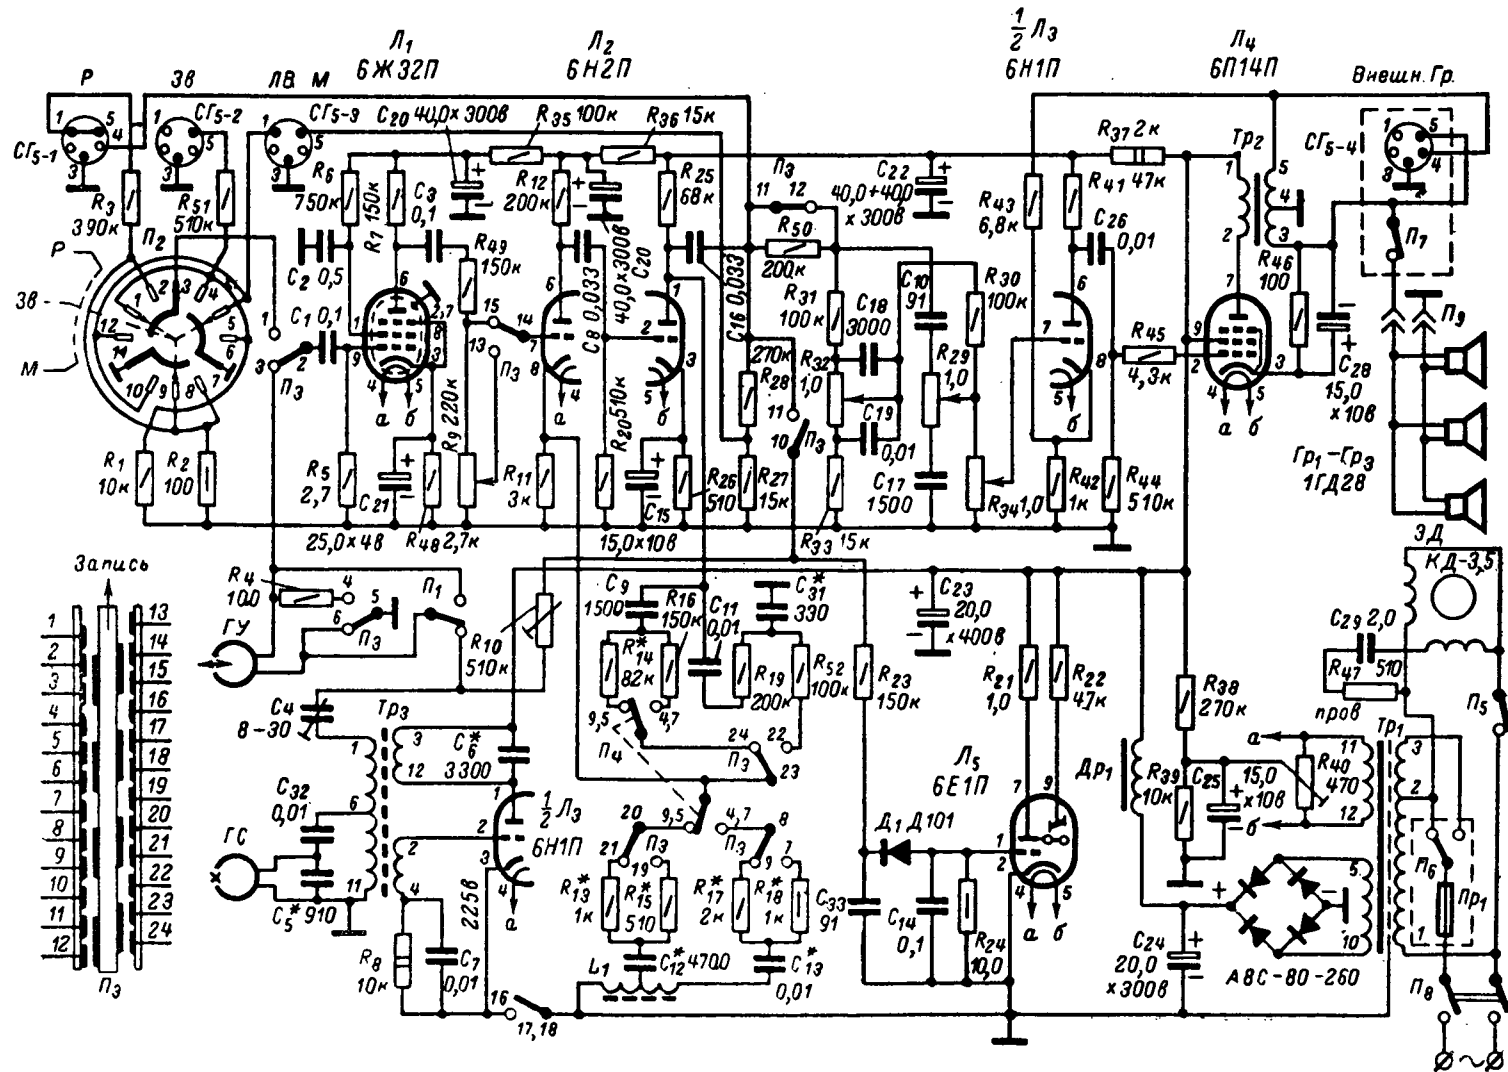
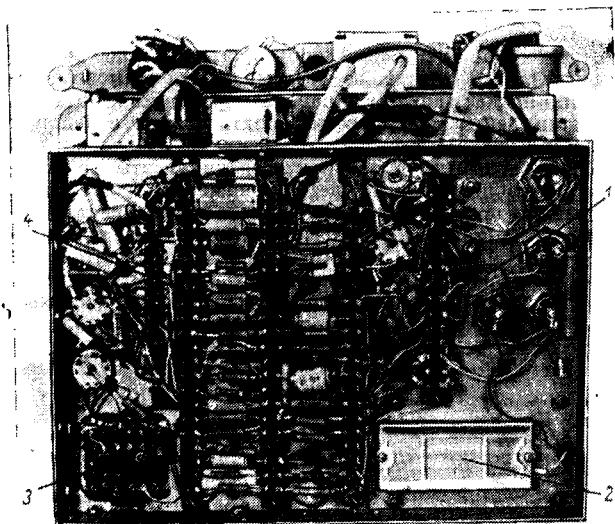

Рис. 108. Принципиальная электрическая схема магнитофона «Астра-4».
Рис. 109. Монтаж усилителя.
**Усилитель, генератор и выпрямитель.** Принципиальная электрическая схема магнитофона приведена на рис. 108, а монтаж — на рис. 109. На схеме контакты переключателя  $P_3$  изображены в положении «Воспроизведение». В магнитофоне применен универсальный усилитель на лампах  $L_1$ ,  $L_2$ ,  $L_3$ ,  $L_4$  и  $L_5$ . При воспроизведении работают лампы  $L_1$  и  $L_2$ , правый триод лампы  $L_3$  и лампа  $L_4$ , а при записи лампы  $L_1$ ,  $L_2$ , левый триод лампы  $L_3$  и лампа  $L_5$ . Правый триод лампы  $L_3$  и лампа  $L_4$  используются для слухового контроля.